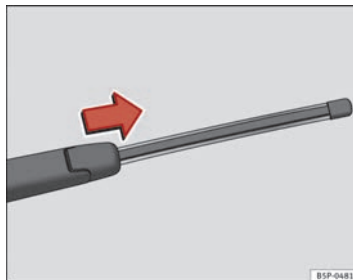

Fig. 133 Estrarre la spazzola tergicristallo
- Sollevare il braccio del tergicristallo dal lunotto ⇒ **fig. 133**.
- Scorrere l'adattatore della spazzola nella direzione della freccia e rimuovere la spazzola ⇒ **fig. 133**.